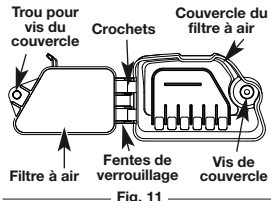

Fig. 11
- Ouvrez le couvercle du filtre à air en desserrant la vis du couvercle (Fig. 11).
- Retirez le filtre à air (Fig. 11).
- Remettez le filtre en place (Fig. 11).
- Remettez le couvercle du filtre à air en place. Positionnez les crochets sur le couvercle du filtre à air en fonction des encoches de la plaque arrière du filtre à air (Fig. 11).
- Faites pivoter le couvercle vers la gauche et alignez la vis du couvercle avec le trou pour vis du couvercle. Serrez la vis du couvercle, de manière à immobiliser le couvercle du filtre à air (Fig. 11).